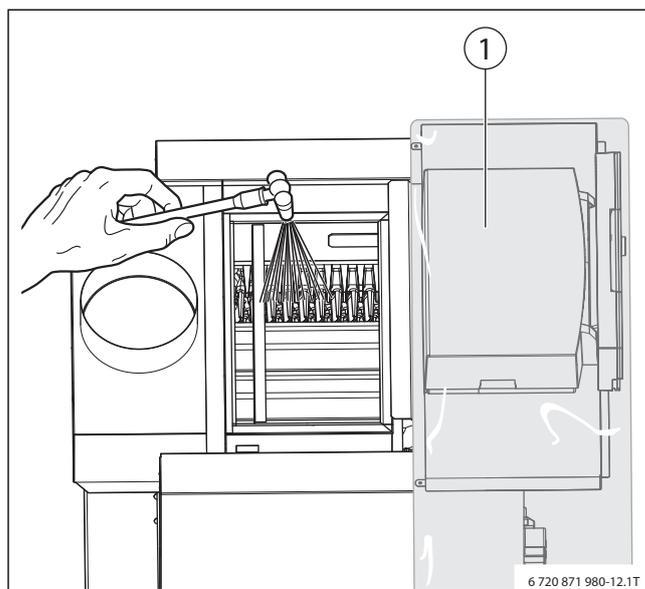

Рис. 47 Влажная чистка котла
- ▶ Откиньте теплоизоляцию в сторону (рис. 47).
- ▶ Накройте систему управления плёнкой (→ рис. 47 [1]). Не допускайте попадания аэрозольного тумана в систему управления и кабели системы управления.
- ▶ Равномерно распылите чистящее средство сверху в газоотводящих каналах (→ рис. 47).